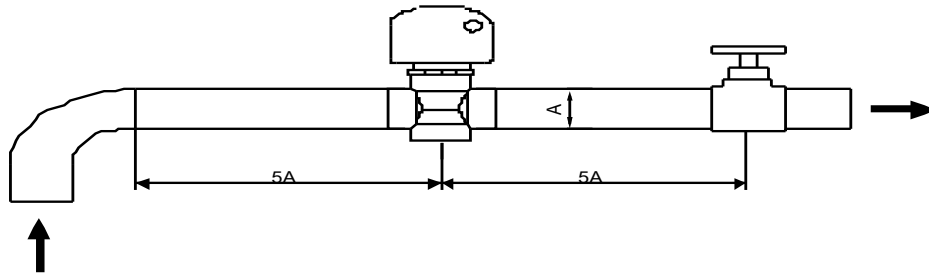

Figura 8
- El interruptor de flujo debe instalarse en una tubería recta y debe haber más de cinco veces la longitud del diámetro de la tubería a cada lado del interruptor de flujo (consulte la Figura 8 a continuación). La dirección del fluido debe seguir la flecha del controlador. El bloque de terminales debe instalarse en una posición que sea fácil de operar.